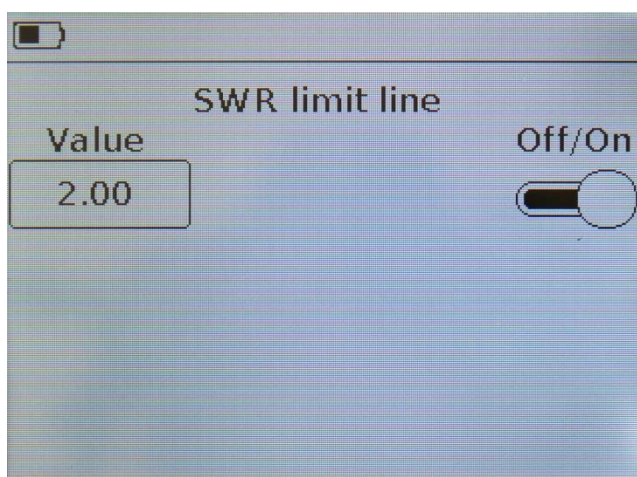

Рисунок 9.20 – Включение отображения линии КСВ на графиках Smh, Pol и SWR
- Войдите в меню **Plots** как указано в п. 9.3. и, нажав на поле с обозначением графика **Smh**, **Pol** или **SWR** перейдите в меню настройки и отображения пороговой линии КСВ (Рисунок 9.20).
- В режиме просмотра графиков **Smh**, **Pol** или **SWR** нажмите и удерживайте около двух секунд кнопку (14) «**PLOT**» и перейдите в меню настройки и отображения пороговой линии КСВ (Рисунок 9.20).
9.8.3. Выключение и включение отображения линии КСВ на графиках, производится перемещением слайдера в положение **Off/On** (Рисунок 9.20).